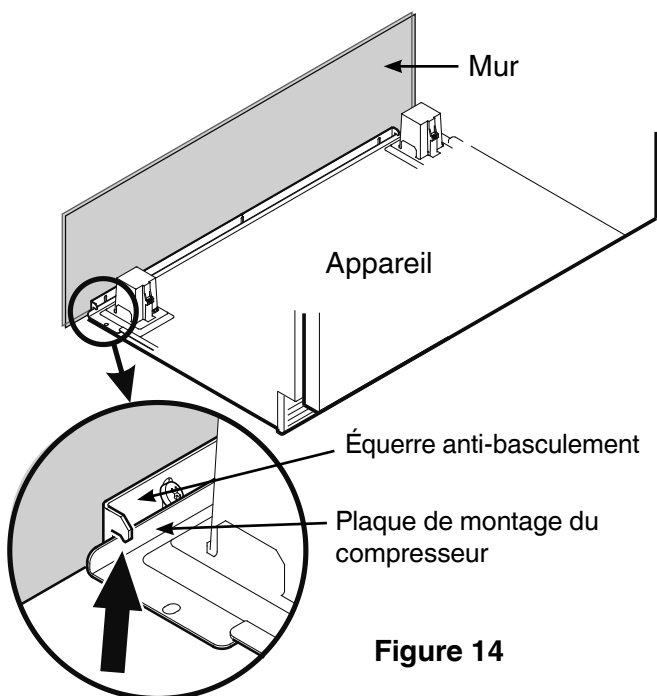

Figure 14
4. Pousser lentement l'appareil vers le mur arrière jusqu'à ce que la plaque de montage du compresseur soit en contact avec l'équerre antibasculement (**Figure 14**).
Afin d'éviter que l'appareil ne bascule vers l'avant, la plaque de montage du compresseur doit être en contact avec l'équerre antibasculement (Figure 14).